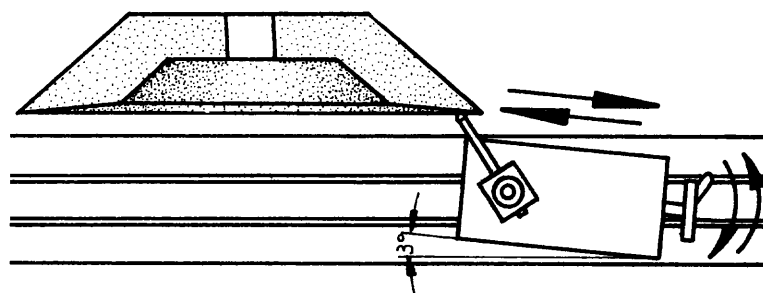

Fig. 3
- ___ b Inclíne el dispositivo 3 grados en relación al frente de la muela (fig. 3).